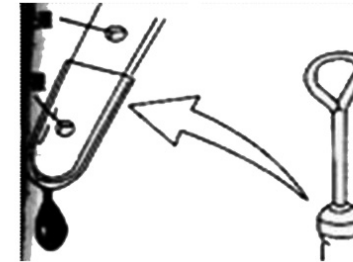

Figura 4.3.2.2
2) Reposición de aceite (ver Figura 4.3.2.3)